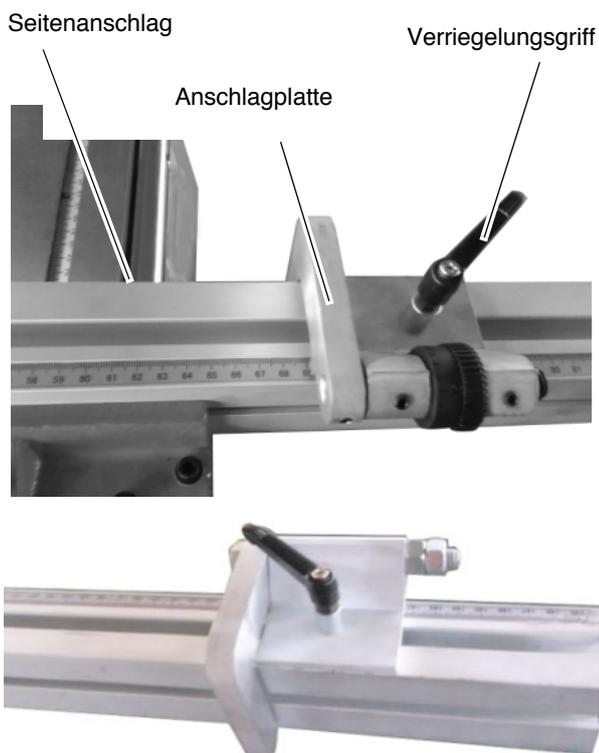

Abb. 11: Klapp-Anschlag einstellen
Schritt 1: Montieren Sie den Klapp-Anschlag am Ende des Anschlagprofils wie in Abb. 11 gezeigt.
Schritt 4: Setzen Sie zwei 10-mm-Stangen, mit ca. 115 mm Länge, in zwei Schnellspannfutter ein. Befestigen Sie die eine Stange mit dem Spannfutter in der mittleren Bohrspindel und die andere Stange mit Spannfutter in der ganz linken Spindel (Abb. 11).